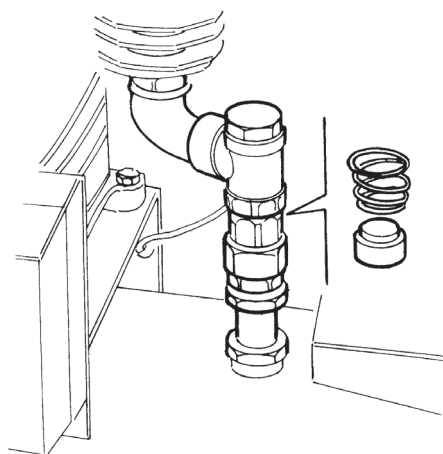

fig. 14
- revisionare la valvola di ritegno, aprendola e pulendo i singoli componenti (fig. 14).